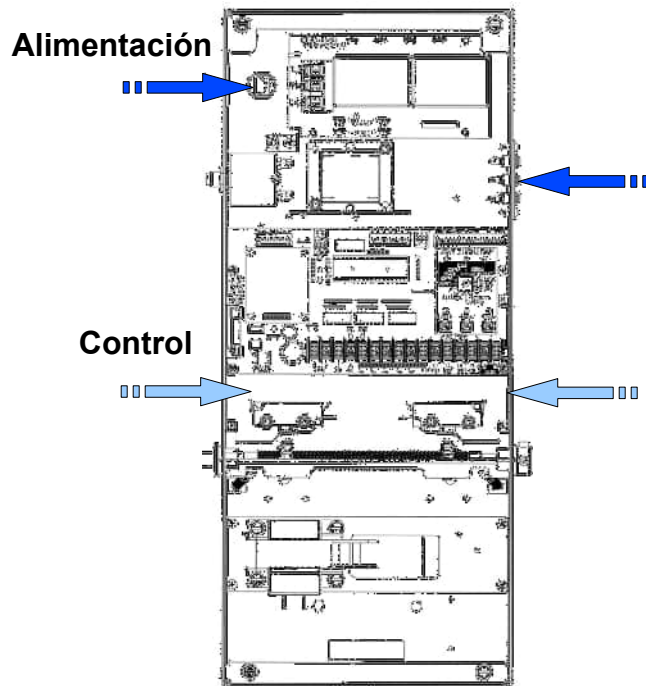

Figura 17 - Conexiones de bajo voltaje (control) y alto voltaje (alimentación)
1. Pasar los cables de línea de alimentación, ya sea desde la derecha o desde la izquierda de la caja de control (ver la Figura 17).
2. Guiar todos los cables de control de baja tensión (ver la Figura 17). MANTENER LOS CABLES DE BAJA TENSIÓN SEPARADOS DE LOS CABLES DE ALIMENTACIÓN.